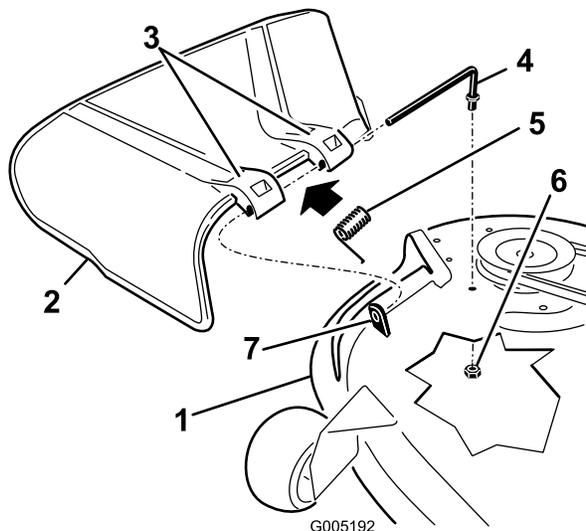

Figura 69
1. Retire la tuerca ($\frac{3}{8}$ " de la varilla (debajo del cortacésped) (Figura 69).
7. Deslice la varilla por el segundo soporte del deflector de hierba (Figura 69).
2. Retire la varilla del espaciador corto, del muelle y del deflector de hierba (Figura 69).
4. Vuelva a colocar el deflector de hierba (Figura 69).